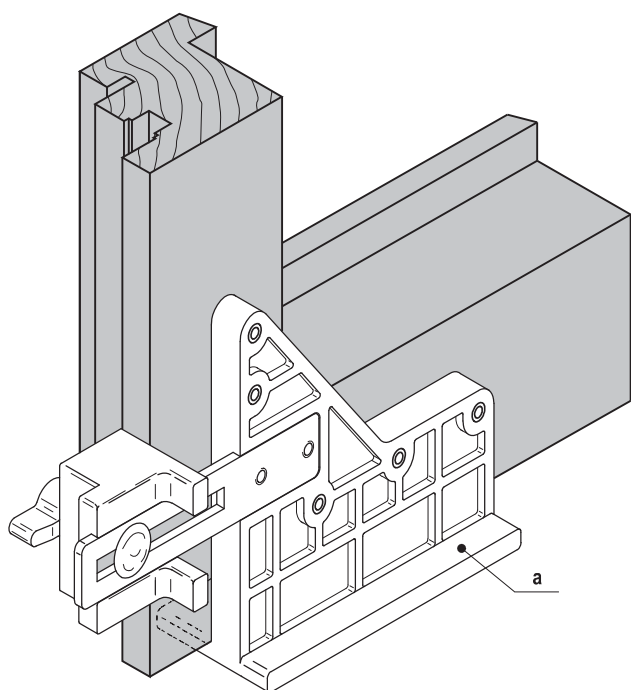

fig. 3
- 2) Posizionare la dima art. M02030.00.02 (a) in battuta sul traverso inferiore e su un montante del battente scorrevole (fig. 3).